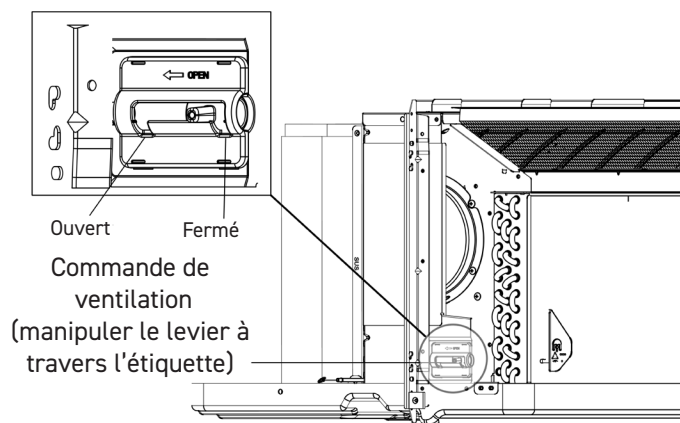

Figure 301 Emplacement de la commande de ventilation
2. Dévisser les vis qui retiennent la grille d'aération (derrière la calandre). Consulter la figure 301.